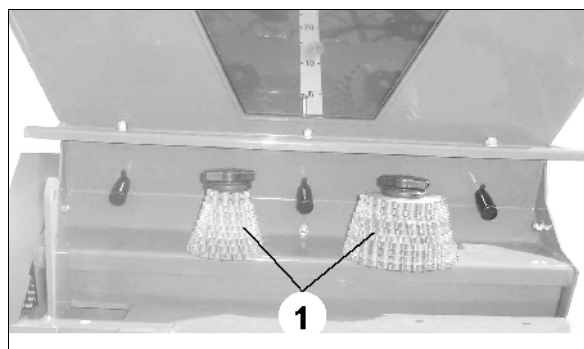

Fig. 30
5. Die erforderlichen Kettenräder, für dieses Beispiel Kettenräder mit 14 und 26 Zähnen, dem Kettenräder-Satz (Fig. 30/1) entnehmen.